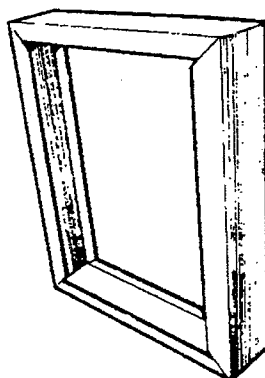

FIG. 1
2. Hold housing squarely on wall. Use "UP" arrow on wiring label to make sure housing is correctly positioned. **NOTE:** For most secure installation, line up one set of mounting holes with a wall stud. Mark wall through all four (4) holes. (FIG. 1)
2. Sostenga la caja firmemente contra la pared. Use la flecha "UP" en la etiqueta de conexiones para asegurarse que la caja esté en la posición correcta. **NOTA:** Para lograr una instalación más segura, alinee un conjunto de agujeros de montaje con una viga de pared. Marque los cuatro(4) agujeros en la pared. (FIG. 1)